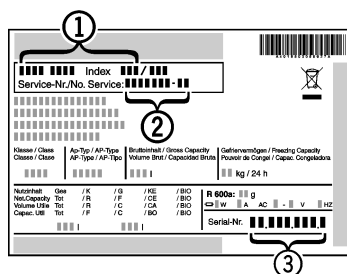

Fig. 7
- ▶ Denominación del aparato *Fig. 7 (1)*, nº del servicio técnico *Fig. 7 (2)* y nº de serie *Fig. 7 (3)* en la placa de identificación. La placa de identificación se encuentra en la parte interior izquierda del aparato.
- ▶ Informe al servicio postventa e indique el fallo, la denominación del aparato *Fig. 7 (1)*, el nº del servicio técnico *Fig. 7 (2)* y el nº de serie *Fig. 7 (3)*.